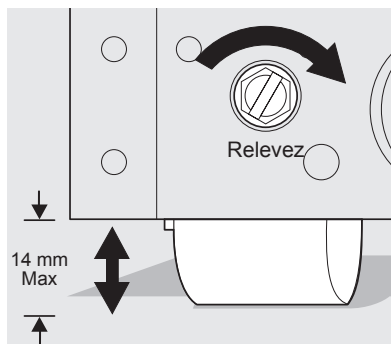

figure 2
2. Utilisez un tournevis à lame plate ou une clé à douille de 3/8 po pour soulever ou abaisser les roulettes avant (figure 2). Ne soulevez pas l'armoire de plus de 9/16 po.